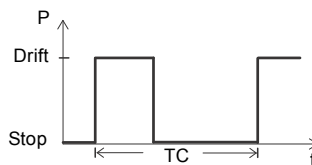

Fig. 9 S3-drift
S3-drift består af en række identiske driftscyklusser (TC) med konstant belastning i en periode efterfulgt af en hvileperiode. Der opnås ikke termisk ligevægt under cyklussen. Se fig. 9.